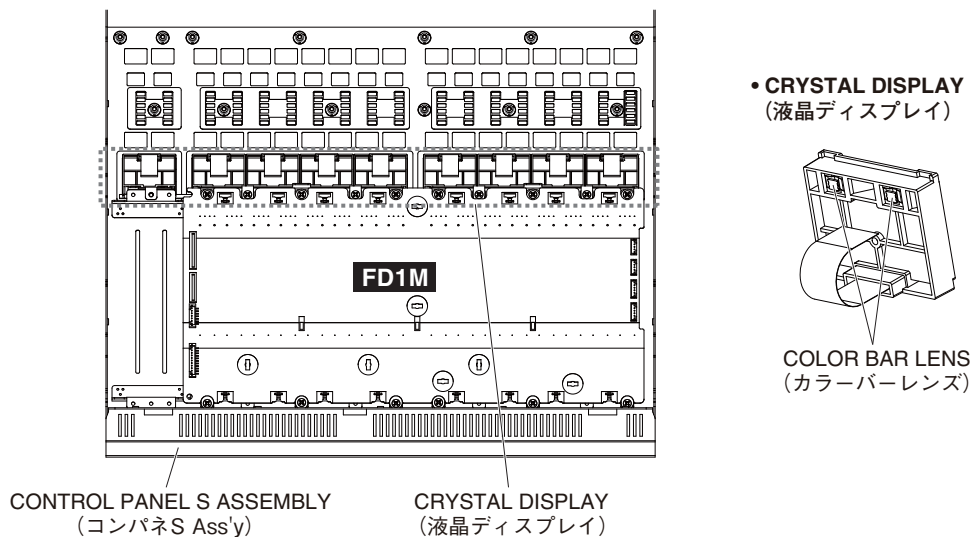

Fig. 16 (図16)
- B-11-4 Remove the crystal display. (Fig. 16)
- B-11-5 The crystal display and color bar lens can then be separated. (Fig. 16)
- B-11-4 液晶ディスプレイを外します。(図 16)
- B-11-5 液晶ディスプレイからカラーパーレンズを外します。(図 16)